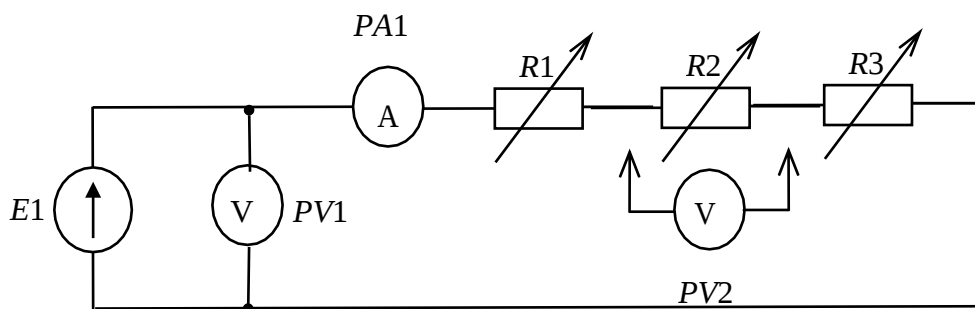

Рис. 4. Схема линейной электрической цепи постоянного тока с последовательным соединением элементов
1. Соберите линейную электрическую цепь постоянного тока с последовательным соединением элементов (рис. 4). В качестве резисторов R_1, R_2, R_3 используйте резисторы блока «Резисторы / Активная нагрузка». В качестве амперметра $PA1$ используйте один из ампервольтметров модуля «Измерительные приборы» в режиме DC, в качестве вольтметра $PV1$ – встроенный вольтметр источника питания $E1$. Ручку регулировки напряжения источника $E1$ установите в ноль, повернув ее против часовой стрелки до упора. Величины номинальных сопротивлений резисторов $R_1 - R_3$ установите в соответствии номером варианта (табл. 1). В качестве вольтметра $PV2$ для измерения напряжений на резисторах подготовьте и используйте один из мультиметров. Представьте схему для проверки преподавателю.